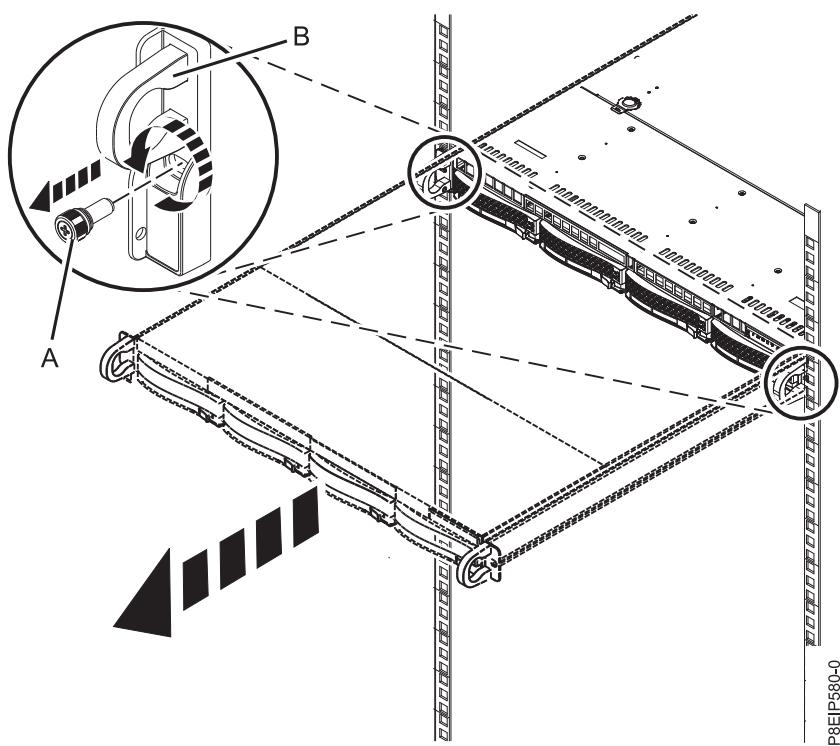

図 84. 前面のねじの取り外しとラックからのシステムの取り外し
- システムの両側から、システムをラックに固定している前面のねじを取り外します (図 84 を参照)。